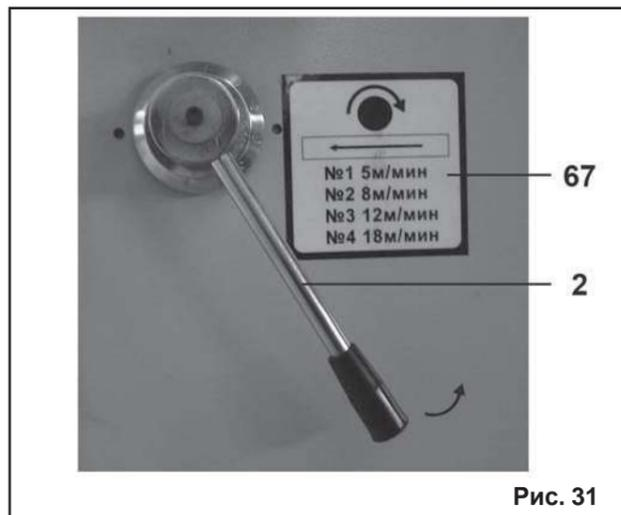

Рис. 31
11.9. Перед началом обработки заготовки выберите скорость автоматической подачи, для чего установите ручку (2) в одно из четырех положений (Таблица (67), Рис. 31) № 1, № 2, № 3, № 4. В крайнем (№ 4) положении скорость автоматической подачи соответствует 18 м/мин. – предварительная (грубая) обработка заготовки, в положении (№ 1) ручки (2) скорость автоматической подачи соответствует 5 м/мин. – окончательная (чистовая) обработка заготовки (Рис. 31).
Предусмотрено 4 диапазона регулировки: 5м / 8м / 12м / 18м в минуту. Поворотом ручки (2) вправо, скорость станка замедляется, влево – увеличивается (Рис. 31).
11.10. При обработке длинных заготовок используйте роликовые опоры (см. раздел 12.1), установленные по высоте в одной плоскости с рабочим столом (4).